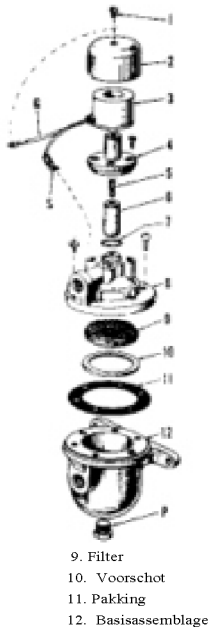

Fig. 109-Exploded view of fuel filter-fuel-lock assembly. Ground wire (G) is connected to plunger body (4) by screw (1).
Oplosmiddel. Blaas passages uit met compegerste lucht. Grondig inspecteren van alle onderdelen en vernieuwen van alle die beschadigd zijn of overmatig versleten. Vernieuw altijd pakkingen en gasafdichtingen bij het opnieuw monteren en opnieuw installeren van autoburet. Aanpassing carburateur als uitbekeeld in paragraaf 116. 118. BRANDSTOF EN FILTER. Met het draaien van de motor; schakel de brandstoftoevoerklep bij de brandstoftank uit en voer en-gine totdat de brandstof uit de leidingen is uitgeput. Draai vervolgens de ontstekingsschakelaar in de "UIT"-positie, koppel de solenoïde looddraad en de brandstofleidingen los en maak de brandstofkuis en de filterunit los. Verwijs naar geëxplodeerde weergave van de eenheid in Fig. 109. Om het filter schoon te maken, verwijder de schroeven behoud kom (12) tot de behuizing (8), verwijder dan kom en filter. Verwijder de schroef (1), dan til deksel (2) en spoel (3) van zuiger geleider (4) en afzonderlijke spoel van dekking. Verwijder de schroeven behoud van plunger gids voor de behuizing en verwijder de gids, zuiger veer (5) en zuiger (6). Gooi de ring "0" (7) weg. Vernieuw de zuiger en, als